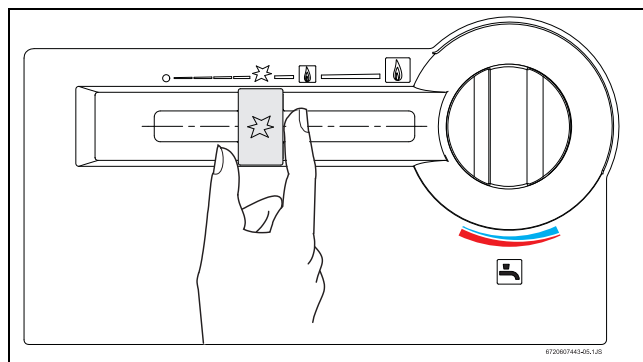

Fig. 5
- ▶ Commuter, en premier lieu, le bouton de réglage coulissant de la position « Eteindre » à la position « Allumer » (→ Fig. 5).